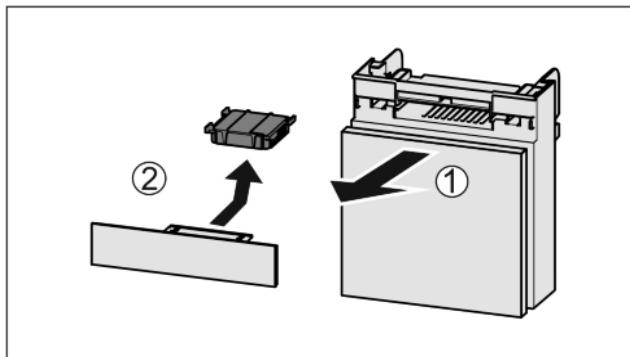

Fig. 33
- Вытянуть Fig. 33 (1) отделение движением вперед.
- Извлечение Fig. 33 (2) фильтра с активированным углем.